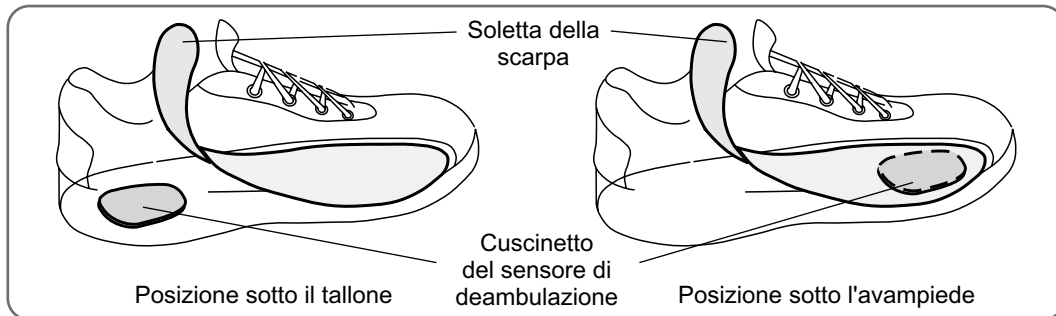

Figura 6-17: Posizionamento del cuscinetto del sensore piede
2. Applicare un cuscinetto sensore piede sotto la soletta, nella posizione stabilita dallo specialista (Figura 6-17).